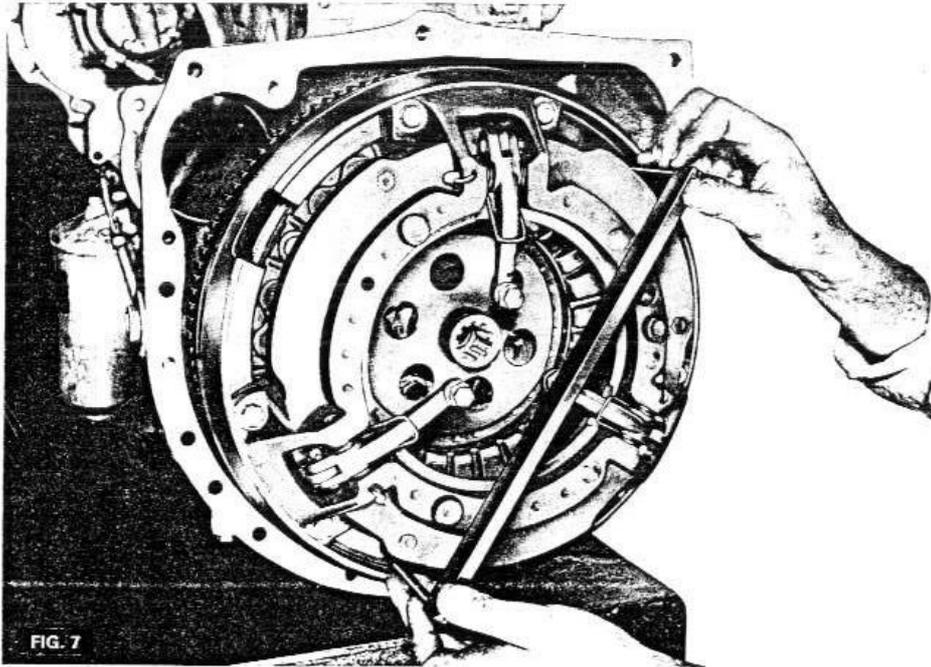

FIG. 7
- 1 - (figure 7) - Disposer le calibre MF. 314 sur l'embrayage et vérifier la hauteur des doigts. Les têtes de vis doivent affleurer le calibre.